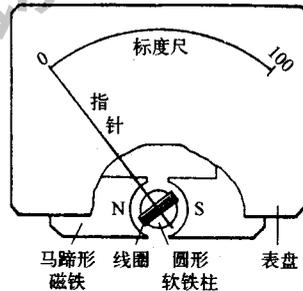

图 1-74 磁电式电表结构示意图
① 表头。万用表的表头实际上是一个磁电式电表。它由马蹄形磁铁、圆形软铁柱、线圈、指针、表盘等组成,如图 1-74 所示。马蹄形磁铁有一对圆弧形磁极,圆形软铁柱安放在圆弧形磁极中间,磁极和软铁柱之间的空隙形成均匀的辐射磁场。线圈放在空隙中,可以自由转动,指针固定在线圈上,线圈的上下端面装有游丝。